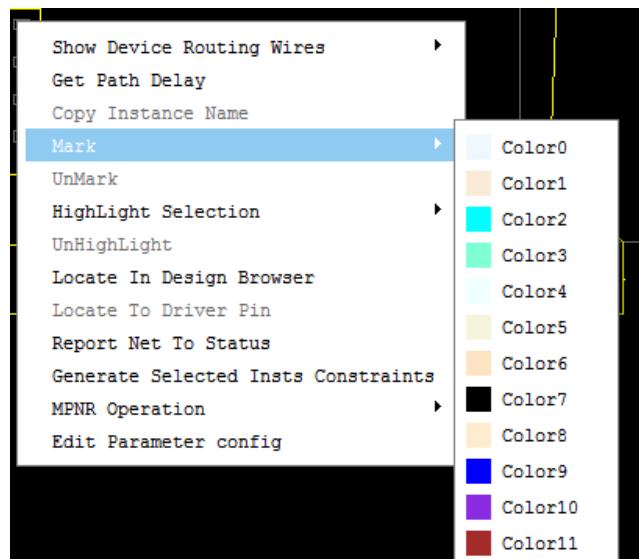

图 5-16 设置 Mark
- 1.对于选中资源，右键选择 Mark/Unmark，如图 5-16 所示：